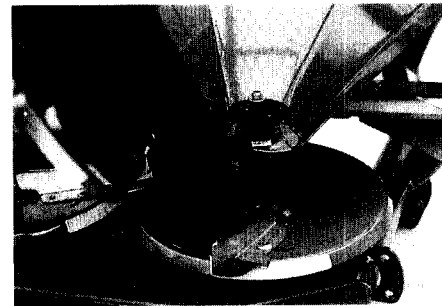

Fig. 7.20
4. Cône canaliseur. En cas d'épandage d'engrais en partie agglomérée ou humectée, l'alimentation peut être éventuellement améliorée en modifiant la position de montage du cône canaliseur comme le montre la fig. 7.20 (cas spécial).